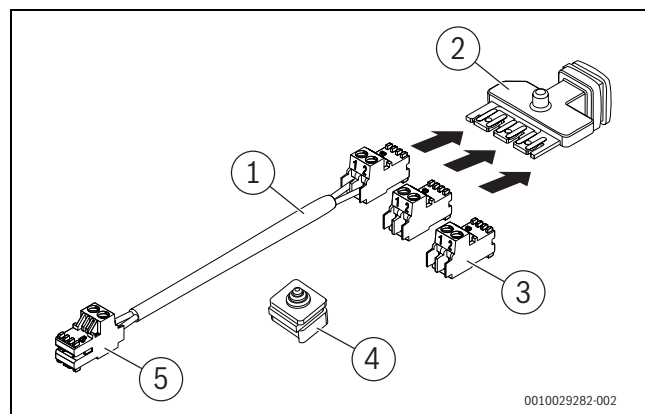

Fig. 91 Contenu de la livraison accessoire CS 37
- ▶ Brancher le câble (→ Figure 91, [1]) avec le connecteur sur la barrette de raccordement EMS-BUS (→ Figure 91, [2]).
- ▶ Brancher les deux connecteurs (→ Figure 91, [3]) aux emplacements de la barrette de raccordement EMS-BUS (→ Figure 91, [2]).
- ▶ Monter la barrette de raccordement EMS-BUS (→ Figure 91, [2]) avec les connecteurs vers le bas dans l'ouverture des passe-câbles.
- ▶ Installer le passe-câbles fourni (→ Figure 91, [4]).